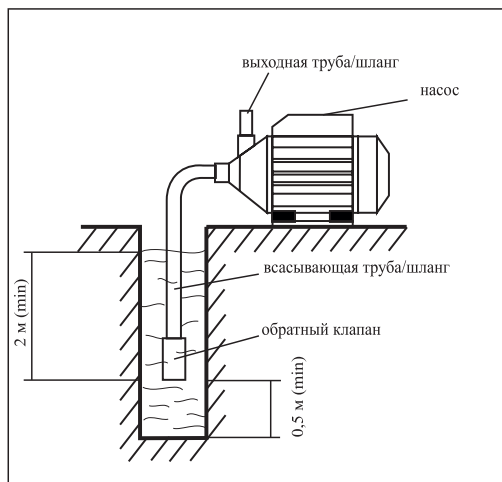

рис. 2
- всасывающую трубу (шланг) присоединить к входному патрубку и погрузить в воду, как указано на рис.2
Внимание! Для оптимального функционирования насоса рекомендуется устанавливать на всасывающую трубу обратный клапан (в комплект поставки не входит), как указано на рис.2